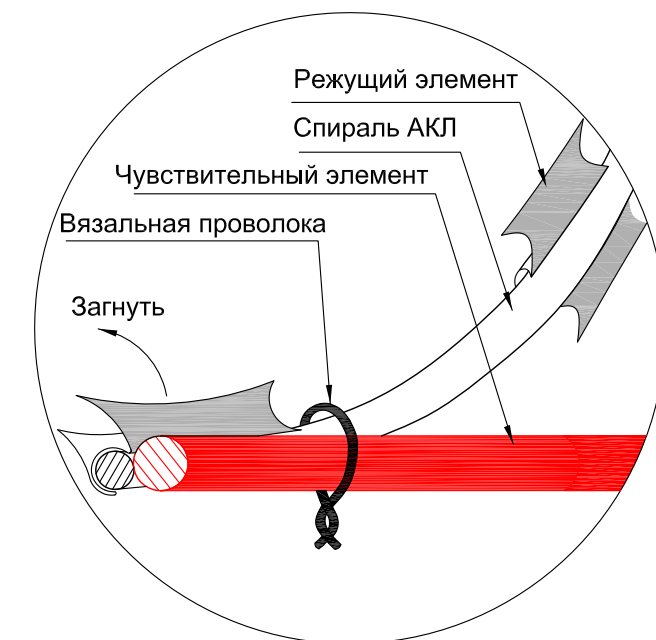

Рис. 6. Положение режущего элемента АКЛ в точке крепления чувствительного элемента.
- При монтаже чувствительного элемента к спирали АКЛ режущие элементы спирали отгибать для исключения повреждения кабеля, см. лист 35 рис. 6.